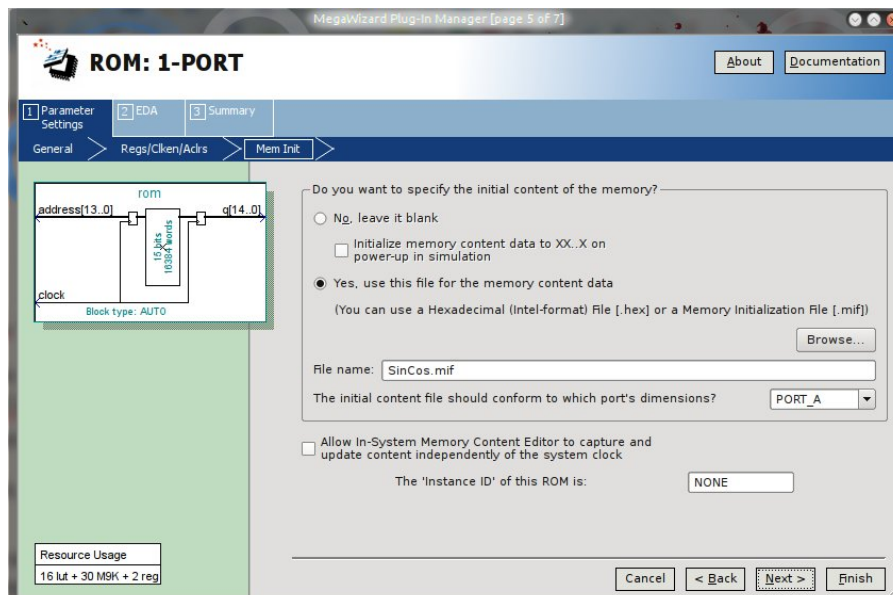

Figura 4.7: ROM 1-Port - Preconfigurazione con file .mif
- Aggiungere il file .mif (figura 4.7) che deve essere stato creato in precedenza e formattato adeguatamente.